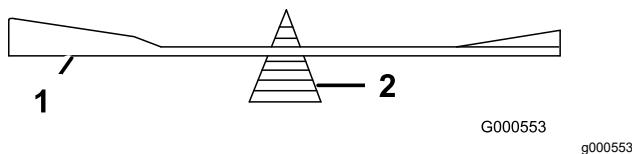

Рисунок 91
- Проверьте балансировку ножа с помощью балансировочного устройства для ножей (Рисунок 91).